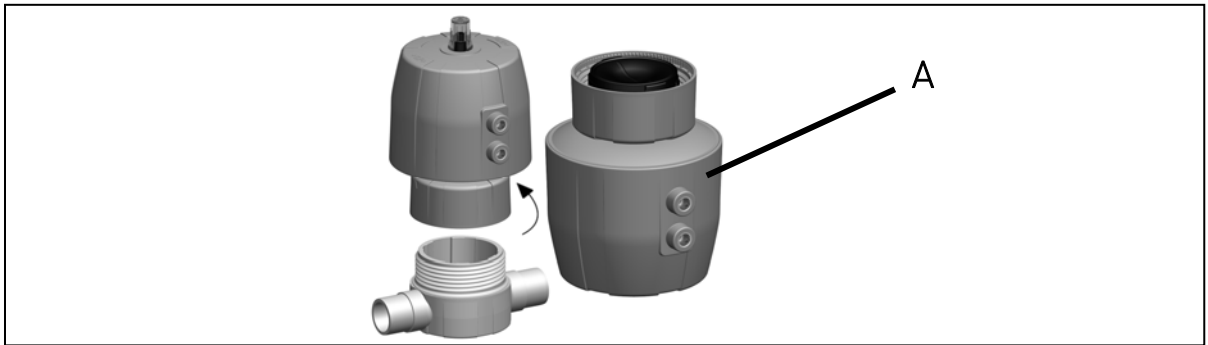

Fig. 21
- ▶ Abra la tuerca de la carcasa **A** con una llave de correa/ herramientas especiales y retire el actuador, véase Fig. 21